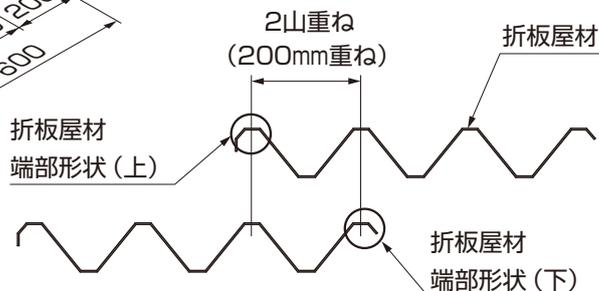

図16-6 折板屋根材の上下
- 標準L54、L60の場合、正面から2枚目は2山(200mm)重ね合わせてください。(図16-6参照)
- 折板屋根材の端部形状には上下がありますので、図16-6にしたがって重ねあわせてください。